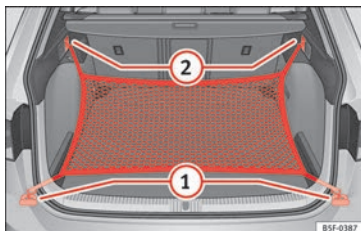

Fig. 135 No porta-bagagens: argolas ① e ganchos ② para fixar o saco de rede (modelo LEON ST).
- Fixe os ganchos curtos da rede nas argolas de fixação » » Fig. 135 ① » » ⚠. O fecho de correr do saco deve ficar voltado para cima.
- Fixe as fitas nos ganchos para prender sacos ②.